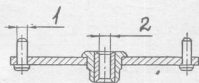

Рис. 9. Рычаг реек в сборе
7. Рычаг реек в сборе (Рис. 9)